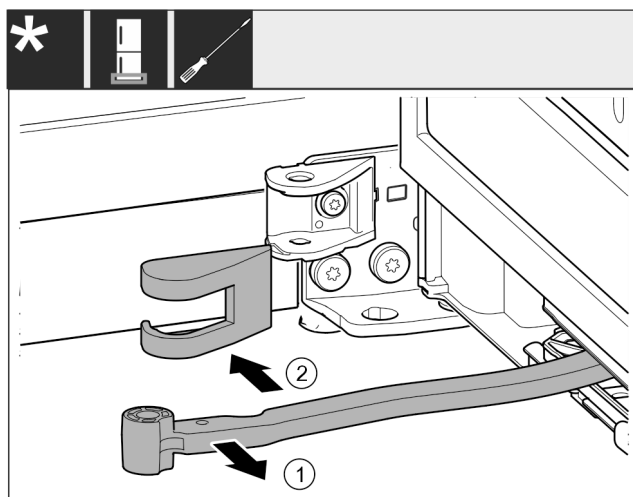

Fig. 16
- Käännä nivel oven suuntaan. Fig. 16 (1)
- Poista laakeripukin suojus. Fig. 16 (2)